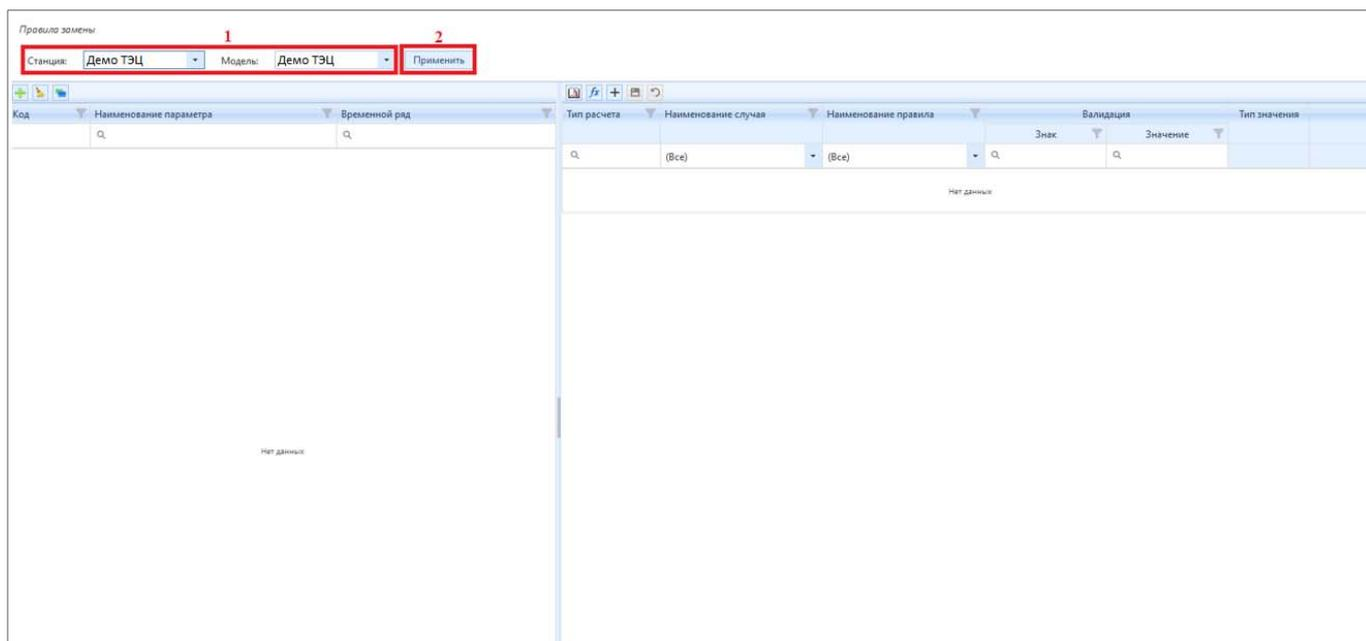
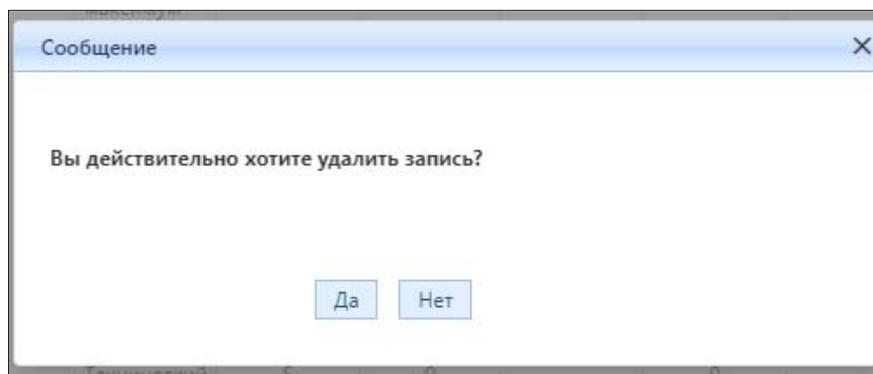

Рисунок 4.2.28 – Внешний вид подраздела «Правила замены»
Рисунок 4.2.31 – Внешний вид окна «Сообщение», всплывающее при удалении записи
Для работы с подразделом в блоке (1) (рис. 4.2.28) выберите наименование станции и наименование модели из выпадающего списка. Нажмите кнопку «Применить» (блок 2) (рис. 4.2.28).
Для удаления записи в блоке (3) (рис. 4.2.28) выберите необходимую строку с записью (выделенная строка отобразится серым цветом). Нажмите на кнопку «Удалить» (блок 7) (рис. 4.2.28). После нажатия появится окно с предупреждающим сообщением (рис. 4.2.31). В данном окне нажмите на кнопку «Да» (рис. 4.2.31) для удаления параметра из списка, при нажатии на кнопку «Нет» (рис. 4.2.31) администратор автоматически возвращает к подразделу «Временные ряды».